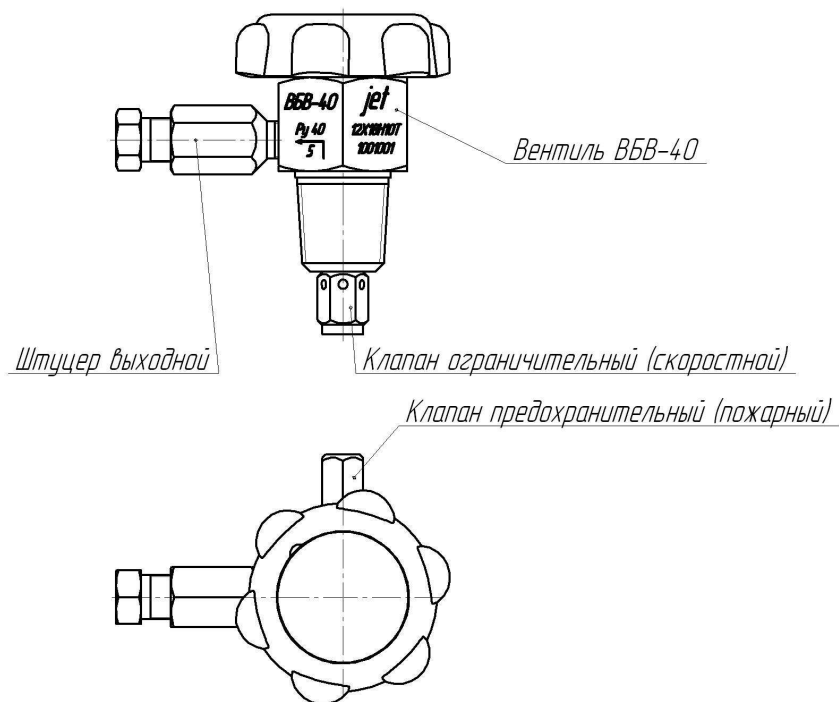

Рис. 1
4.1 Внешний вид вентиля ВБВ-40 изображен на рис. 1. Вентиль оснащен скоростным клапаном, закрывающим расход газа из баллона при обрыве трубопровода и предохранительным пожарным клапаном, открывающим баллон (независимо от величины открытия вентиля) при нагреве до температуры свыше 93^{+10} °С. Уплотнительные элементы вентиля радиального исполнения — резиновые кольца по ГОСТ 9833 010-007-19. Перекрывающий элемент полимерный, торцевого типа, фиксированной ориентации.